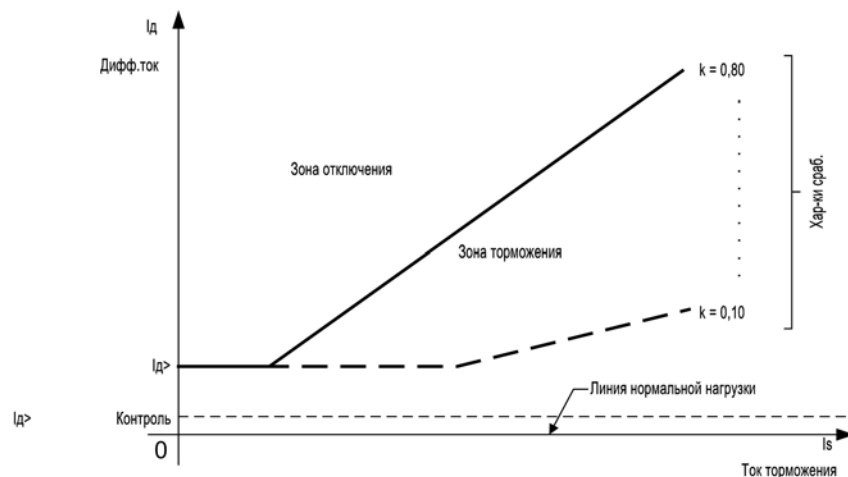

рис. 1-2 Характеристики срабатывания защиты шин и УРОВ (небаланс)
- Оценка дифференциального тока в соответствии с протекающим током торможения (рис. 1-2, стр. 9)
- типовая характеристика срабатывания (рис. 1-2, стр. 9)